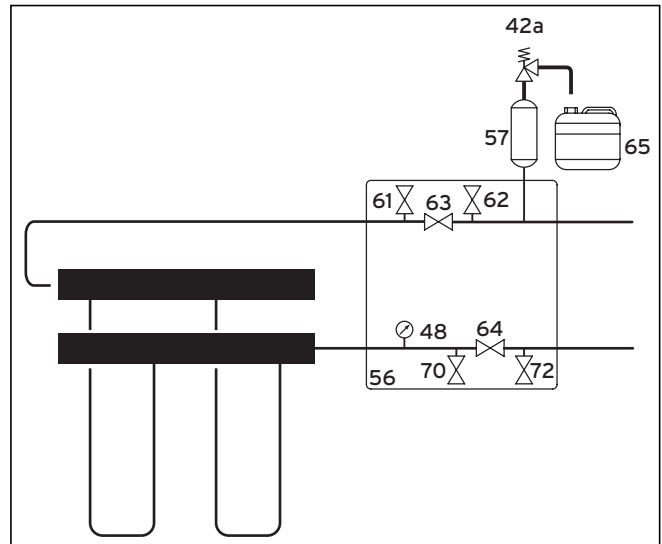

Abb. 5.7 Armaturen im Solekreis
Legende zu Abb. 5.7
- Dichten Sie das Außengewinde des oberen Anschlussstücks (1) mit einer Dichtmasse ab, die trocken abdichtet, z. B. Teflonband.
- Installieren Sie den Sole-Auffangbehälter (→ **Abb. 5.7, Pos. 65**) drucklos am Sicherheitsventil (**42a**). Der Sole-Auffangbehälter darf nicht komplett geschlossen sein, da sonst die Funktion des Sicherheitsventils nicht gewährleistet ist.